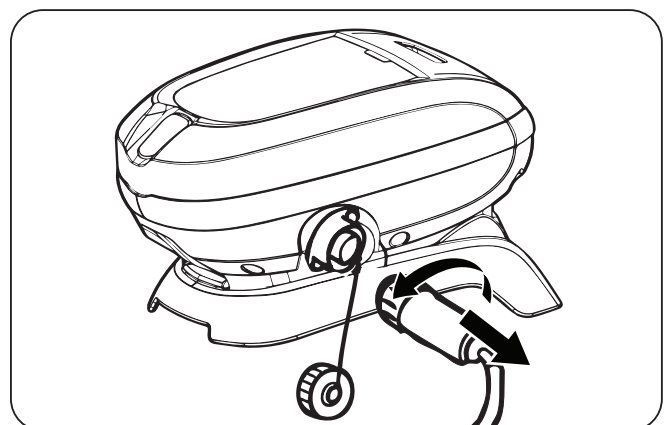

Figure 17. Débrancher le câble flottant
3. Débrancher le cordon d'alimentation menant au robot nettoyeur au niveau de l'unité de contrôle (Figure 17).